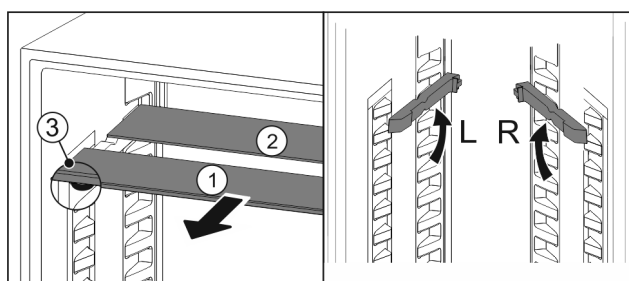

Fig. 27
- ▶ Glasplaten afzonderlijk vanaf de voorkant eruit trekken Fig. 27 (1).
- ▷ Glasplaat Fig. 27 (1) met sierlijst ligt voor.
- ▷ Stops Fig. 27 (3) zijn naar onder gericht.